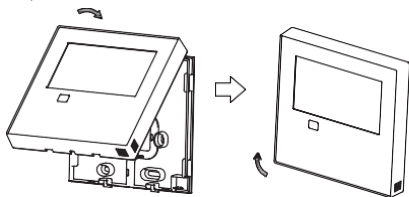

Fig 3-9
- Après avoir ajusté le boîtier supérieur, puis bouclé le boîtier supérieur ; Évitez de serrer le câblage lors de l'installation. (Fig 3-9)